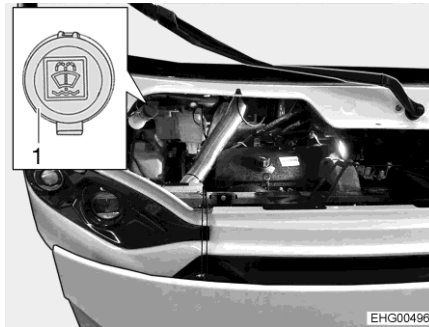

Fig. 13 Bec de remplissage (liquide d'essuie-glace)
- Ouvrir le couvercle (Fig. 13,1) du bec de remplissage du réservoir de liquide d'essuie-glace.